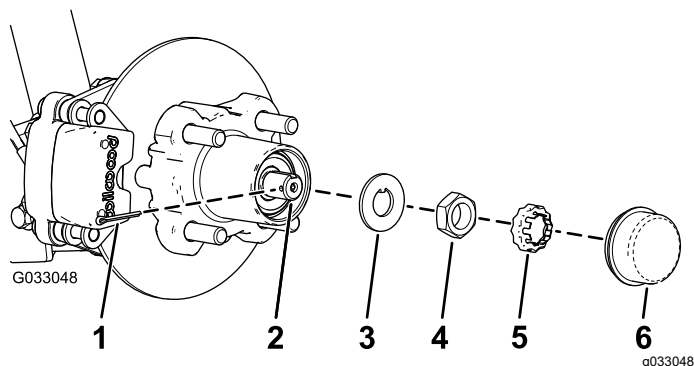
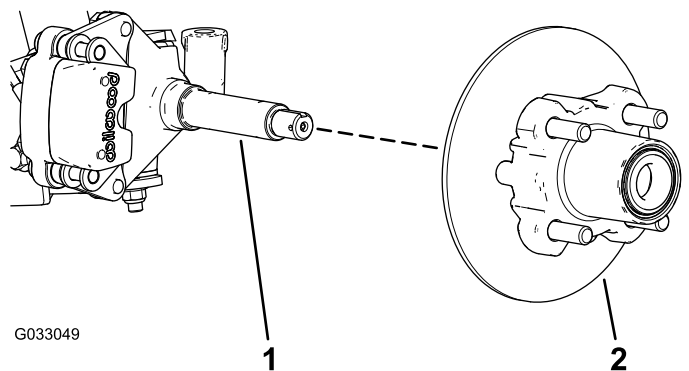

Рисунок 31
Рисунок 32
4. Снимите пылезащитную крышку со ступицы (**Рисунок 31**).
5. Снимите шплинт и держатель гайки с оси и гайки оси (**Рисунок 31**).
6. Снимите гайку оси с оси и отделите ступицу и тормозной диск в сборе от оси (**Рисунок 31** и **Рисунок 32**).